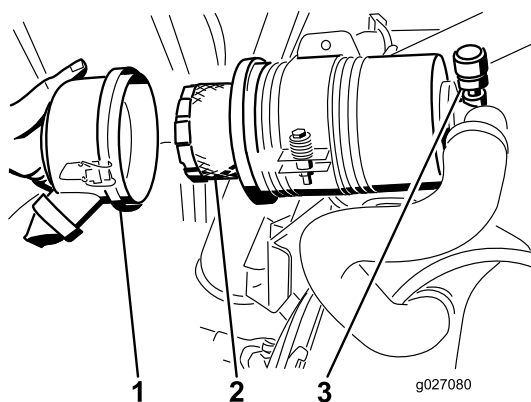

Figura 53
5. Togliete il filtro e sostituitelo (Figura 53).